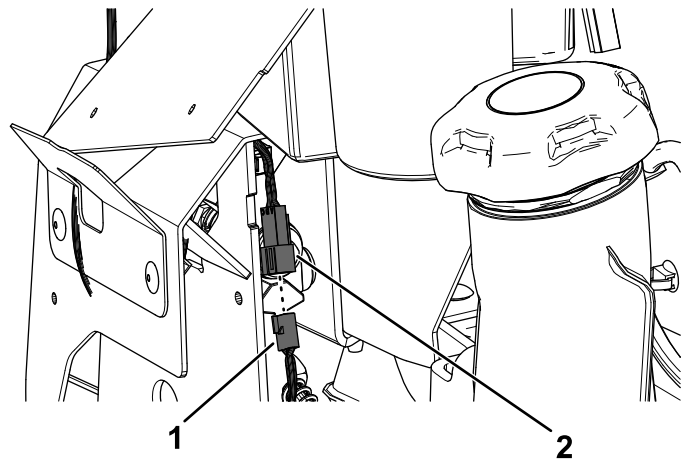

Figura 16
2. Ligue o conector da cablagem do kit ao conector da nova alavanca esquerda de controlo de movimento (Figura 16).